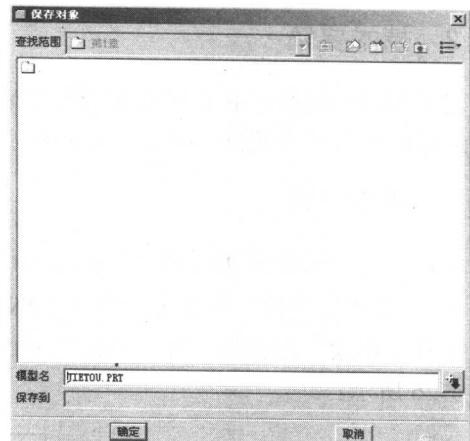

图 1-23 “保存对象”对话框
(23) 至此，接头零件制作完成。单击“保存”按钮，打开“保存对象”对话框，单击“确定”按钮，以当前的模型名进行保存，如图 1-23 所示。